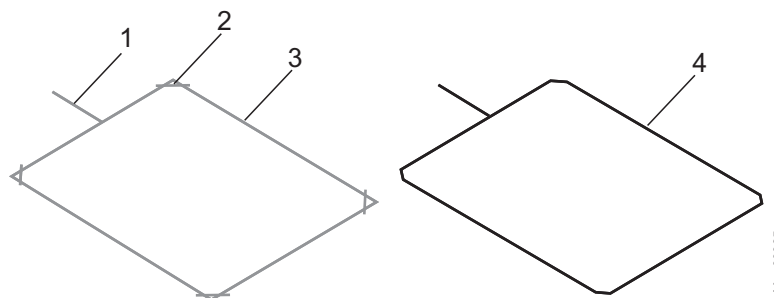

Bild 20: Placera induktionsslingor i bitumen, asfalt eller betong
1. Placera i betäckning eller asfalt med en kapskiva för att skära ett 50 mm djupt spår. Spår djupet måste ha samma djup på alla ställen. Skär spårets hörn enligt Bild 20 en 45°-vinkel.